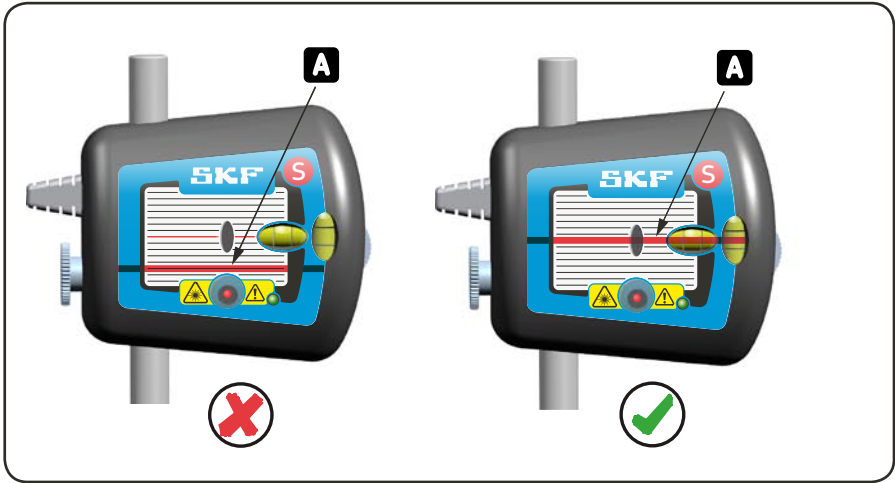

图11. 打到目标的中心
b) 瞄准激光光线，使它对准对面测量单元目标的中心（见图11）。